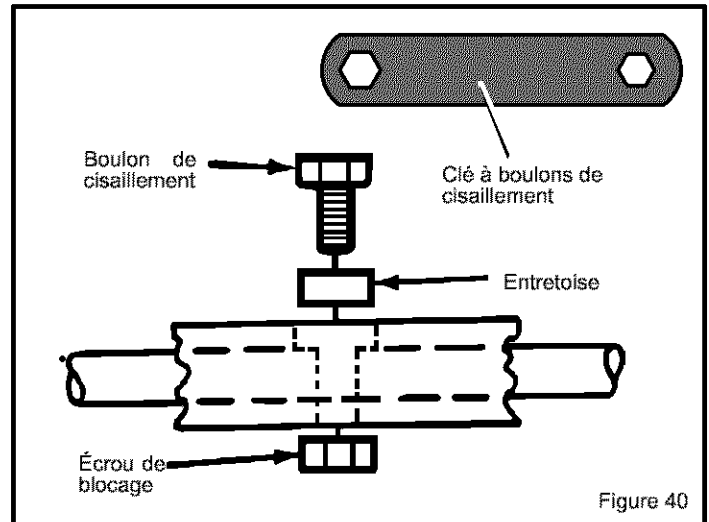

Figure 40
3. Centrer le trou de la vis sans fin avec celui de son arbre. Monter le boulon de cisaillement, l'entretoise, et l'écrou de blocage (Voir Figure 40). Serrer à l'aide d'une clé à boulons de cisaillement.